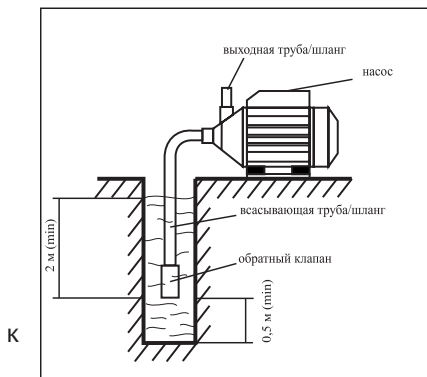

рис. 2
- всасывающую трубу (шланг) присоединить к входному патрубку и погрузить в воду, как указано на рис.2;
Внимание! Для оптимального функционирования насоса рекомендуется устанавливать на всасывающую трубу обратный клапан, как указано на рис.2.